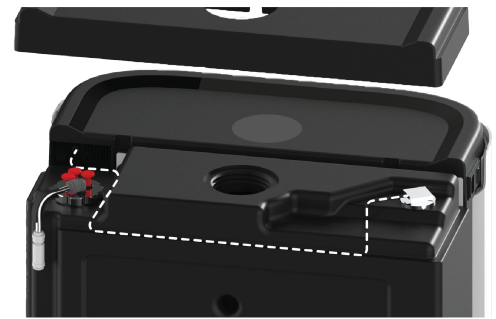

Abb. 1
1. Stellen Sie bei der Tankfüllstandsregelung (Anschluss 12; siehe Seite 10) sicher, dass der Füllstandssensor handfest in den oberen linken Anschluss eingeschraubt ist. Führen Sie das Kabel durch die Nut, unter dem Tankdeckel hindurch, um die Schläuche herum und zur Rückseite des Tanks, sodass die Verkleidung bündig sitzt (siehe Abb. 1 für die Verlegung). Schließen Sie das Kabel an den Anschluss des Füllstandssensors (Anschluss 12; siehe Seite 10) an.